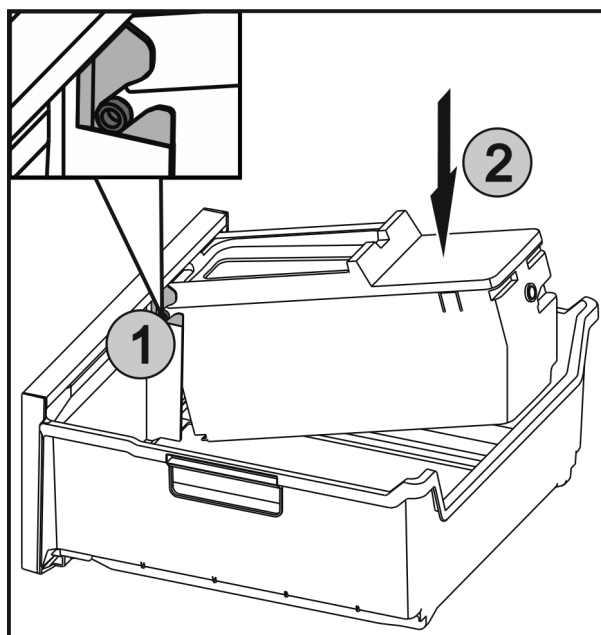

Fig. 50
- ▶ De assen Fig. 50 (1) van EasyTwist-Ice in de geleidingen schuiven en de achterste zijde Fig. 50 (2) erin drukken tot de lip vergrendelt.